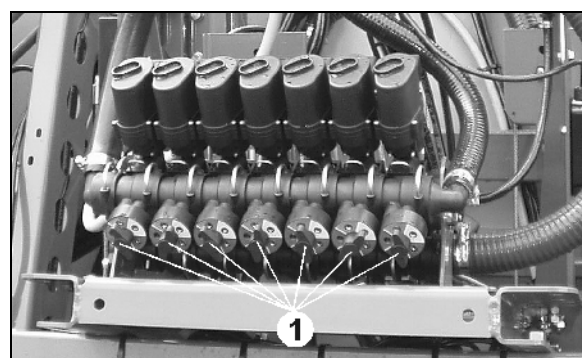

Рис. 3
7. Поля преселекторных дисков постоянно-го давления (Рис. 3/1), имеющие цветную маркировку, соответствуют цвету соответствующей разбрызгивающей форсунки.